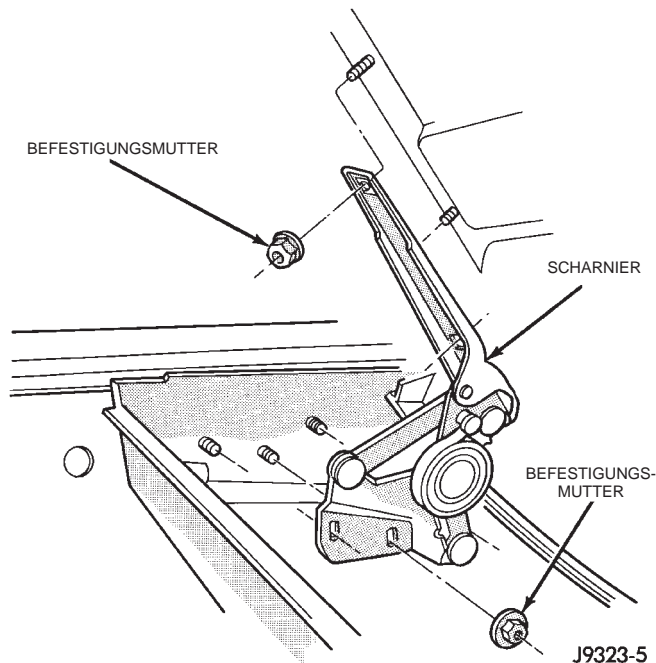

Abb. 2 Motorhaubenscharnier
- (1) Motorhaube öffnen.
- (2) Je nach Ausstattung, Steckverbinder der Motorraumleuchte abziehen.
- (3) Die Lage der Motorhaubenscharniere und Distanzplättchen für den Einbau kennzeichnen (Abb. 2).
- (4) Befestigungsmuttern der Scharniere an der Motorhaube lösen. Zusammen mit einer zweiten Person die Motorhaube vom Fahrzeug abnehmen.
- (1) Motorhaube aus dem Fahrzeug nehmen.
- (2) Befestigungsmuttern des Scharniers von den Stehbolzen lösen (Abb. 2).
- (3) Scharnier vom inneren Abschlußblech des Windlaufs abbauen.